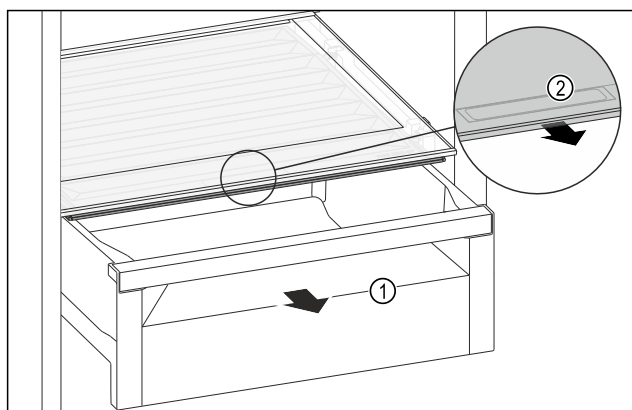

Fig. 123
- ▶ Wyciągnąć szufladę Fig. 123 (1).
- ▶ Chwycić uchwyt wpuszczany Fig. 123 (2) na pokrywie komory i pociągnąć pokrywę jednocześnie do przodu.